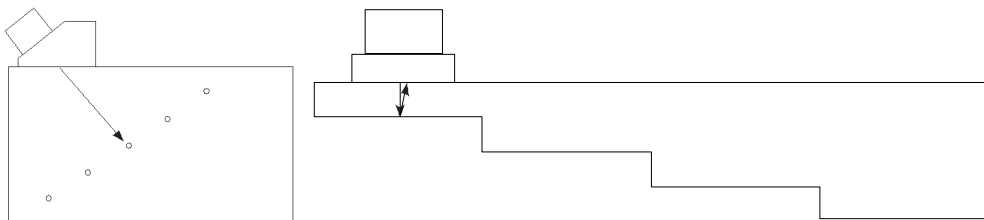

図 5-18 DAC 校正のための校正用試験片
- 153 ページの図 5-18 のように、探触子を校正用試験片の上に配置します。